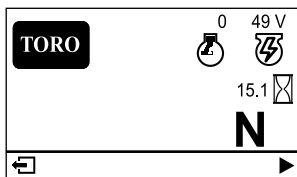

图 16
- **主信息屏幕** 图 16 在钥匙处于开启位置时显示当前机器信息。